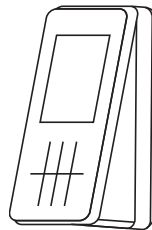

Рис. 8.
- Передняя крышка зажимается на задней крышке в соответствии с направлением, показанным на рис. 8, а клемма выровнена с отверстием для разветвления, чтобы гарантировать, что разветвление закреплено крышкой для повторного включения без помех.